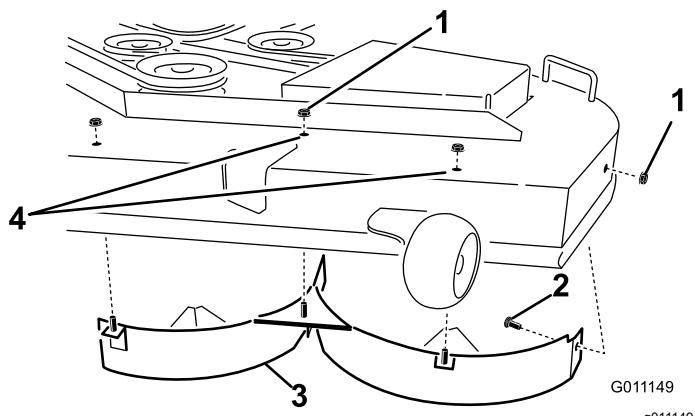

Figura 16
4. Rimuovete i 3 dadi di bloccaggio (5/16") fissati sui perni saldati del deflettore sinistro in posizione centrale, a sinistra del centro ed estrema sinistra, sulla parte superiore del piatto di taglio (**Figura 16**).
5. Rimuovete il bullone a testa tonda e il dado di bloccaggio che fissano il deflettore sinistro al lato del piatto di taglio (**Figura 16**).
6. Staccate il deflettore di sinistra dal piatto di taglio (**Figura 16**).
7. Individuate i 2 bulloni tra le parti sciolte e utilizzate i dadi di bloccaggio esistenti e montate questi elementi di fissaggio nei fori illustrati nella **Figura 16**, sul piatto di taglio, per prevenire il rischio di detriti volanti.